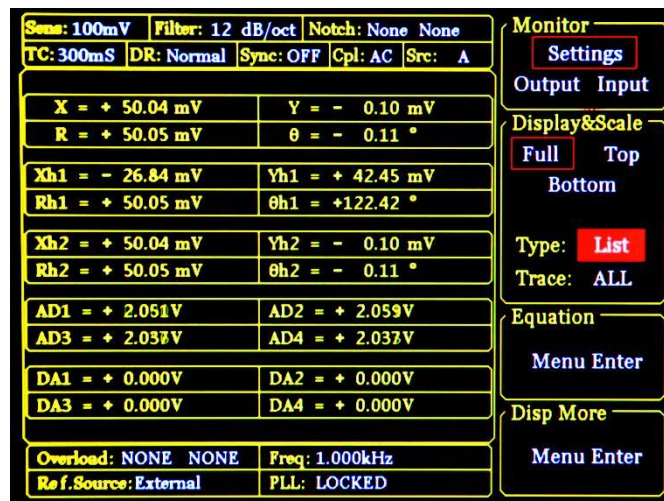

图29. <Full>-<List>显示
4)<List> : 把输入信号的基波、两个谐波、后面板的 AUX_ADC 及 AUX_DAC 的值同时显示。如图 29 所示。